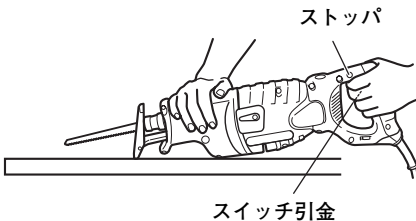

図 23
- (1) ベース下部 (または上部) を切断材料に押し当ててください。のこ刃の先端を材料から離れた状態でスイッチ引金を引いてください。(図 23、24)